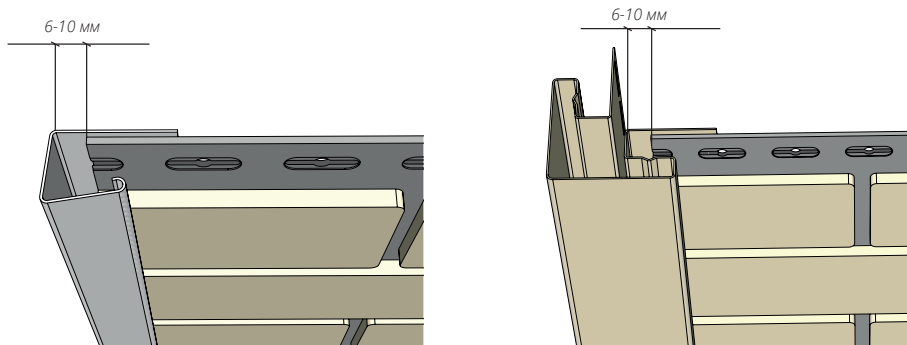

Рисунок 13
6.10 Для возможности движения фасадного материала при тепловых расширениях необходимо оставлять зазор: в летний период – 6-8 мм, в зимний период – 8-10 мм. На рисунке указан общий зазор 6-10 мм (Рис. 13).